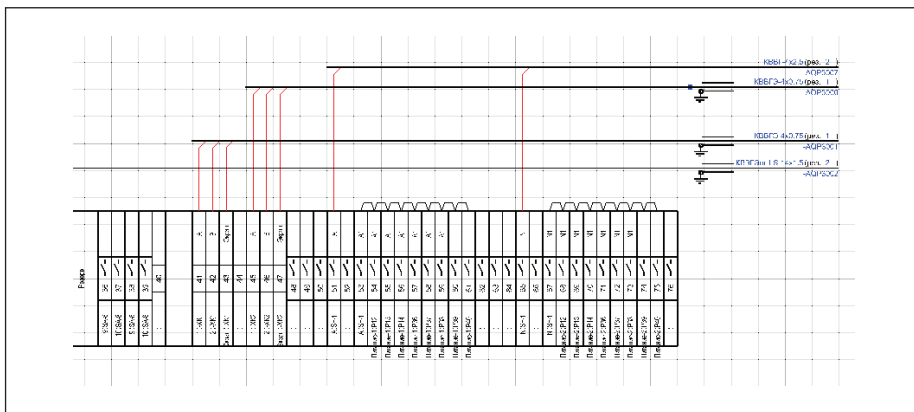

Рис. 8. ГФД, схема подключения кабелей к рядам зажимов, информационные цепи
- правая сторона – информационные цепи (рис. 8);